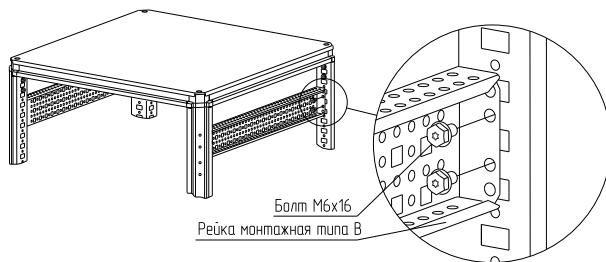

Рисунок 13
4.5.3.1 Установите рейку монтажную тип В между стоек 1 профиля на нужной высоте и закрепите болтами М6×16 (рисунок 13). Момент затяжки – 7 Н·м. Болты приобретаются отдельно.